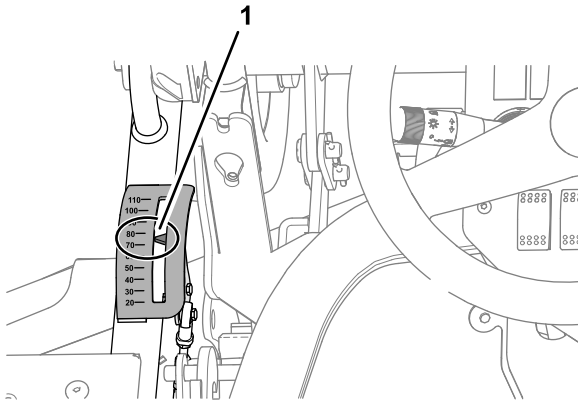
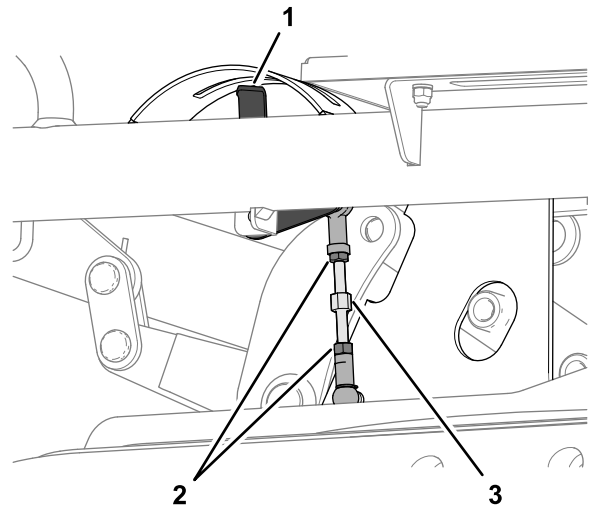

Рисунок 130
Рисунок 131
2. Займите сиденье оператора и посмотрите на стрелку индикатора высоты скашивания (Рисунок 130).
- А. Отпустите 2 контргайки, которые крепят звено регулировки высоты скашивания (Рисунок 131).
В. Поверните звено так, чтобы стрелка индикатора высоты скашивания была совмещена с отметкой 75 мм, если смотреть с сиденья оператора (Рисунок 130 и Рисунок 131).
С. Затяните 2 контргайки (Рисунок 131).